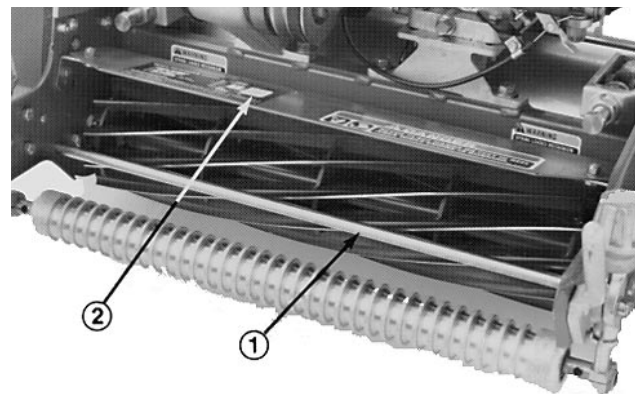

Bild 9
- Den Abstand zwischen der Oberseite der vorderen Stützstange und der vorderen Kante des Ablenkbleches an beiden Seiten der Mähspindel messen (Bild 9).